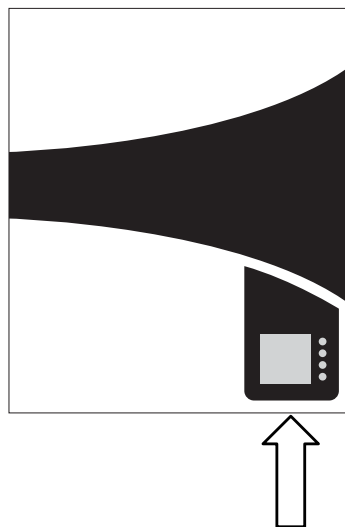

Abb. 14 Position der DB-9-Steckerbuchse
Der serielle Anschluss RS-232 ermöglicht über ein serielles Kabel mit 9 Polen, das im Handel erhältlich ist, den Anschluss eines einzelnen AURORA-Wechselrichters an einen Personal Computer (PC). Bei diesem seriellen Anschluss handelt es sich um eine DB-9-Steckerbuchse, die am Boden der Einheit beim Display angeordnet ist (siehe Abb. 14).